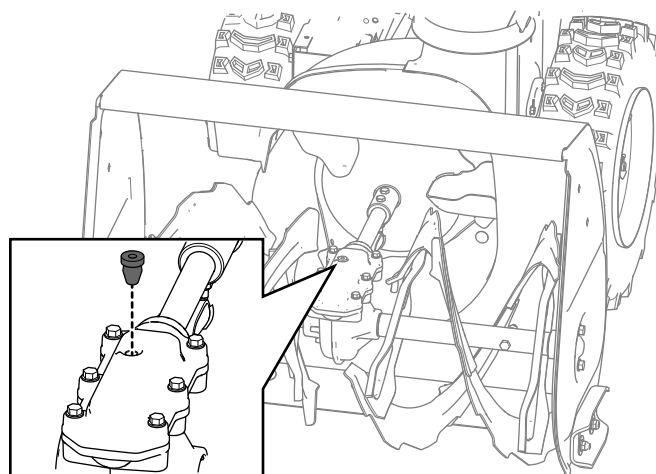

Figure 31
2. Nettoyez la surface autour du bouchon du tuyau et retirez le bouchon du boîtier d'engrenages (Figure 31).